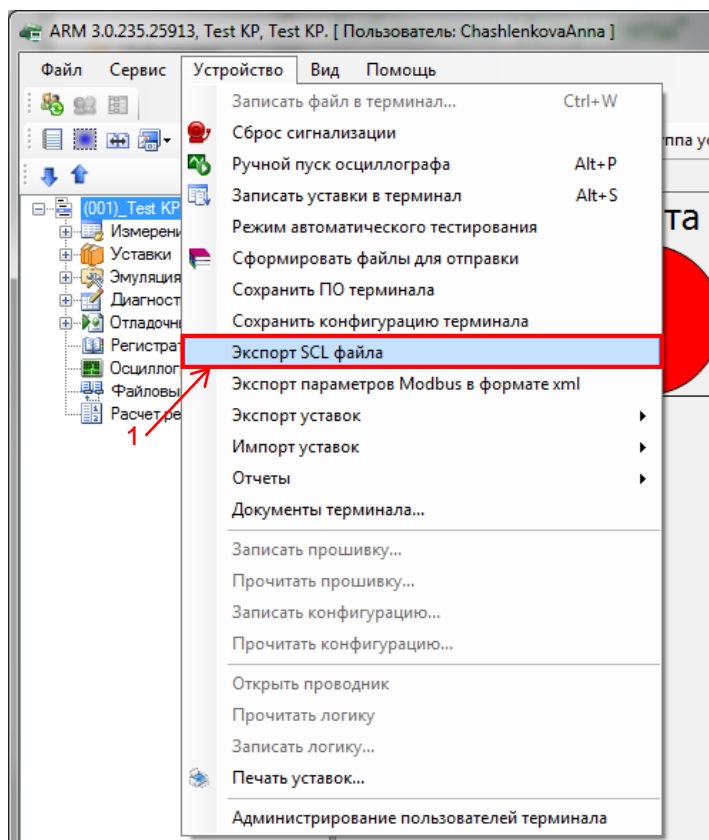

Рисунок 9 – Экспортирование SCL-файла
2.1.3.1 В главном меню программы АРМ-релейщика выбрать **Устройство** → **Экспорт SCL файла** (см. рисунок 9, поз. 1).